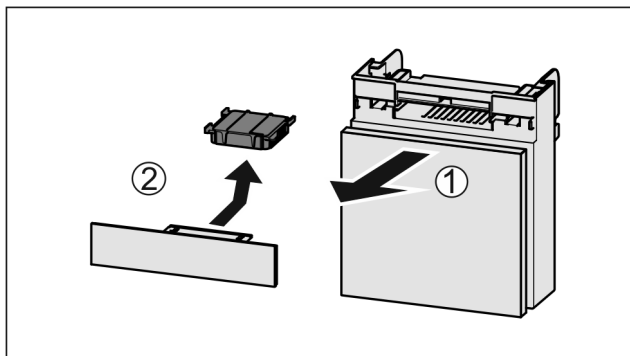

Fig. 142
- ▶ Pretinac izvucite Fig. 142 (1) prema naprijed.
- ▶ Izvadite filtara s aktivnim ugljenom Fig. 142 (2).